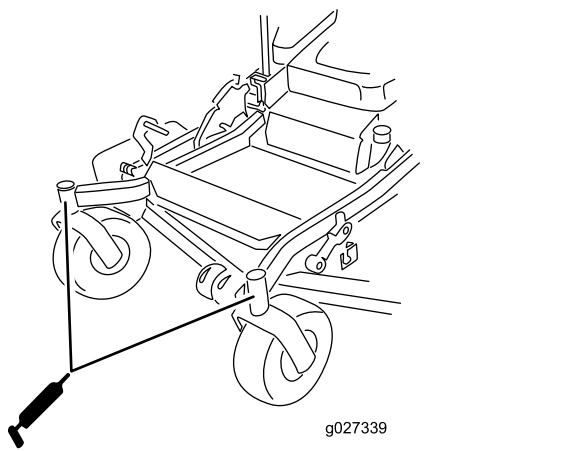

Figura 49
11. Instale o tampão hexagonal e o tampão antipoeira (Figura 49).
12. Lubrifique os rolamentos da roda giratória (Figura 49).